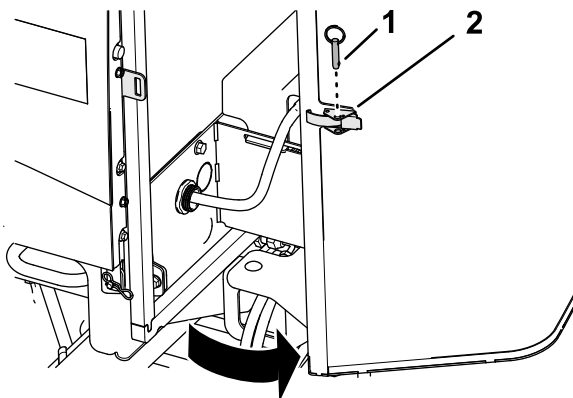

Bild 103
1. Entfernen Sie den Kugelstift von der Gitterverriegelung (Bild 103).